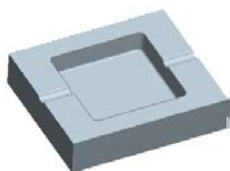

图 3.11 着色后的上半部分体积块
Step5. 在“体积块分割”操控板中单击 **体积块** 按钮，在“体积块”界面中单击 **1**  **体积块_1** 区域，此时模型的上半部分变亮，如图 3.11 所示，然后在选中的区域中将名称改为 upper_mold；在“体积块”界面中单击 **2**  **体积块_2** 区域，此时模型的下半部分变亮，如图 3.12 所示，然后在选中的区域中将名称改为 lower_mold。